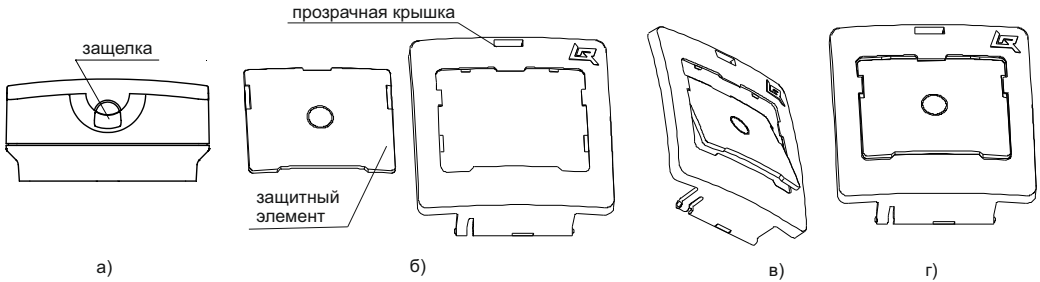

Рисунок 4
6.15 Для установки защитного элемента необходимо открыть прозрачную крышку, поддев защелку в верхней части корпуса острым предметом (рисунок 4 а). Далее прозрачная крышка показана отдельно от корпуса (снимать крышку с корпуса УДП не следует). Защитный элемент в положении, показанном на рисунке 4 б), ввести верхней кромкой в середину выреза прозрачной крышки (рисунок 4 в) и, повернув, совмещая плоскости, защелкнуть нажатием на кромки защитного элемента (рисунок 4 г).